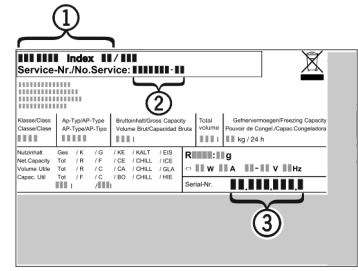

Fig. 10
- ▶ A készülék megnevezését Fig. 10 (1), a szerviz- Fig. 10 (2) és a sorozatszámot Fig. 10 (3) a típustábláról olvassa le. A típustábla a készülék belsejében baloldalon található.
- ▶ Értelmezze a vevőszolgálatot a hibáról, és adja meg nekik a készülék megnevezését Fig. 10 (1), a szerviz- Fig. 10 (2) és a sorozatszámot Fig. 10 (3).